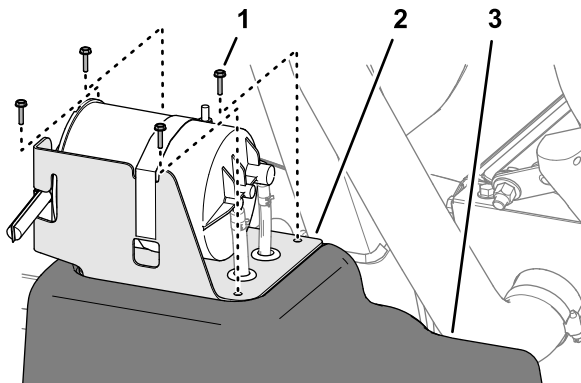

Figura 80
2. En el depósito de combustible, retire los 4 tornillos (N° 10 x 3/4") que sujetan el soporte del cartucho de carbón a la parte superior del depósito de combustible (Figura 80).